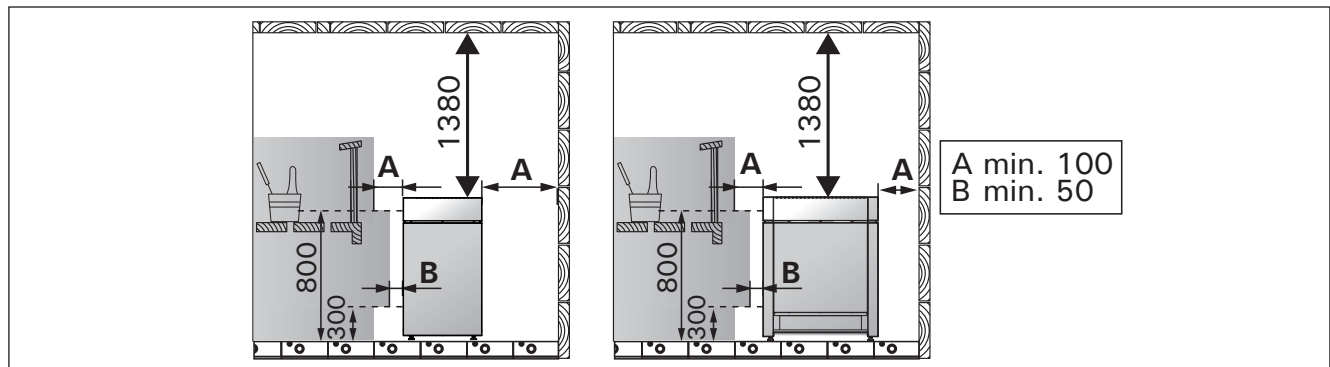

Рисунок 4. Расстояния безопасности (все размеры приведены в миллиметрах)
- При расположении каменки выполняются условия минимальных расстояний, изображенных на рис. 4 и указанных в таблице 2.
Минимальные безопасные расстояния показаны на рис. 4.
При установке вокруг каменки защитного ограждения должны соблюдаться минимальные безопасные расстояния, приведенные на рис. 4 либо в инструкции по установке ограждения.